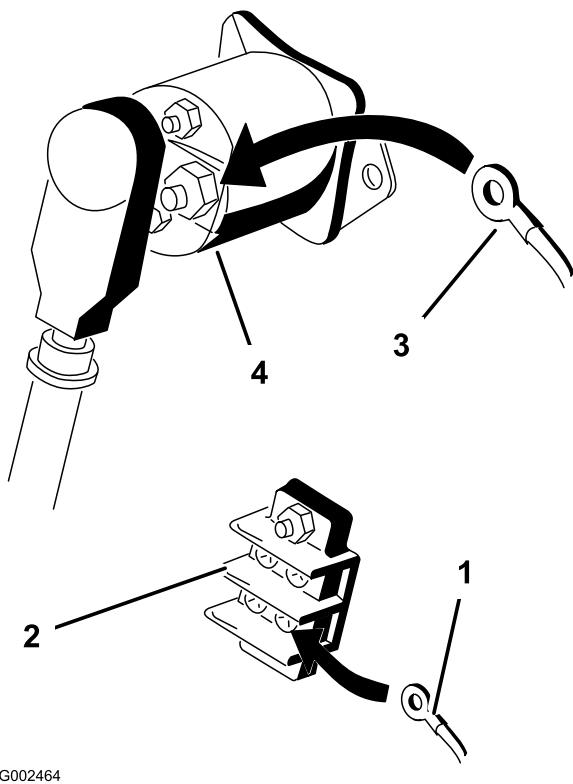

Figure 16
3. Connectez l'anneau de masse du fil noir au bornier de masse (Figure 16).